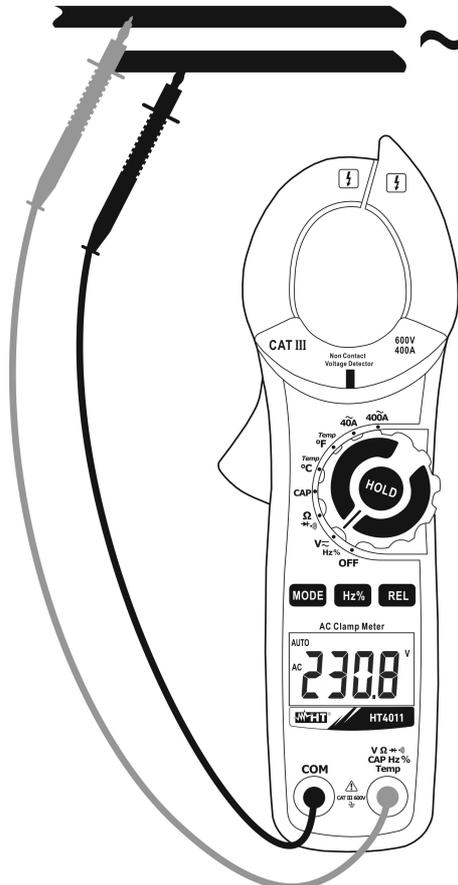

Abb. 3: Verwendung der Zange für Wechsellspannungsmessung
3. Verbinden Sie die rote Messleitung mit der **VΩ→→CAPHz%Temp** Eingangsbuchse, und die schwarze Messleitung mit der **COM** Eingangsbuchse (Abb. 3).